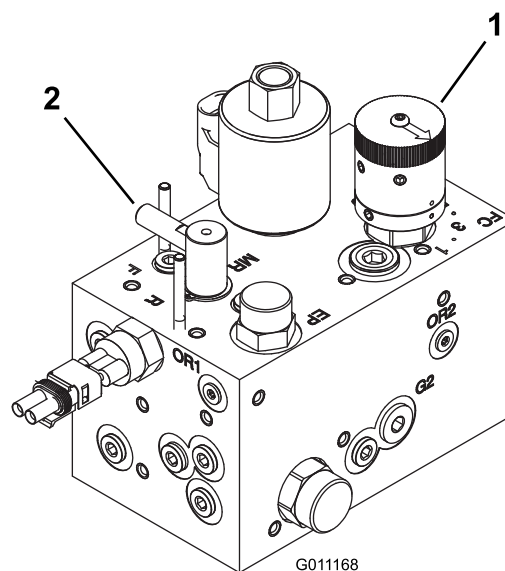

Рисунок 44
2. Поверните ручку регулятора скорости барабана (Рисунок 44) на номер, определенный при выполнении пункта 1.